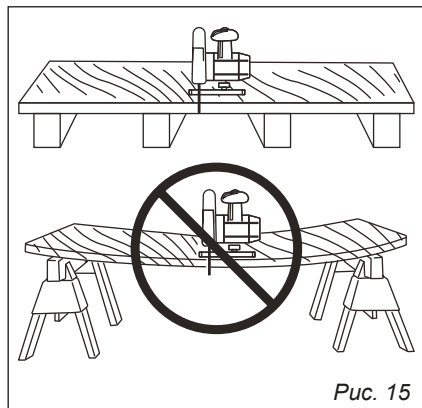

Рис. 15
- Заготовка должна лежать устойчиво, не должна шататься или прогибаться во время пиления (рис. 15).